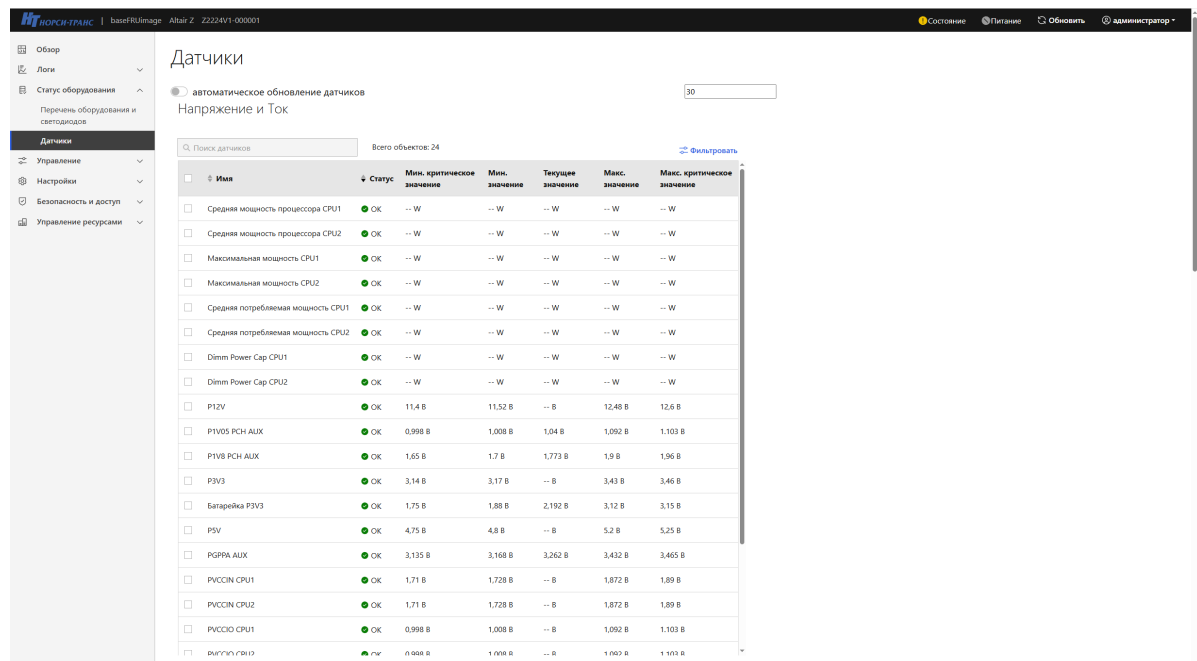

Рис. 47. Окно «Датчики»
- 5) Пройдите во вкладку «Статус оборудования» → «Датчики» в данной вкладке отображены всех датчиков установленных в систему. В поле «Поиск датчиков» производится поиск датчиков. Окно показано на рис. 47 Окно «Датчики»